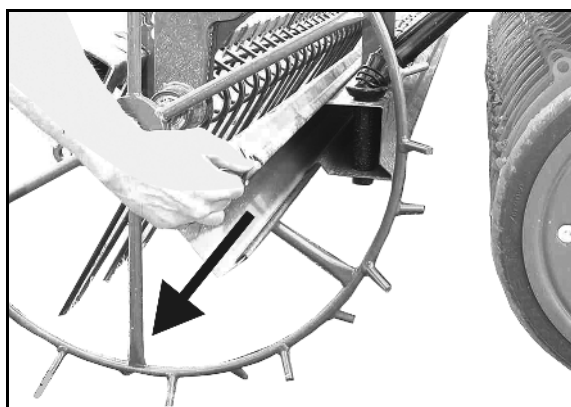

Fig. 35
- o Sett sveiven og trauene i transportstilling (Fig. 35 / Fig. 38) .